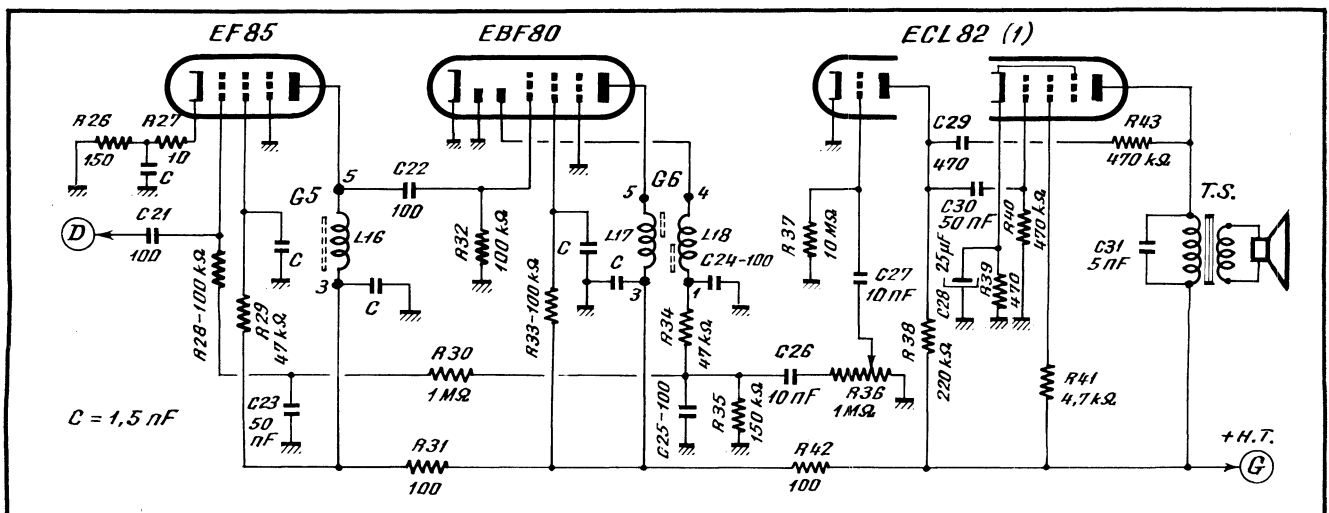

Fig. 3. — Schéma général du récepteur son, avec ses deux étages F.I. et la partie B.F. constituée par une ECL 82.
Il comporte deux étages (fig. 3), utilisant respectivement une EF85 et la section pentode d'une EBF80. Comme la bande passante est ici de beaucoup inférieure à celle de l'amplificateur vision (généralement moins de 1 MHz à -6 dB), le gain global est très largement suffisant. Le tube d'entrée (EF85) est soumis à l'action d'une C.A.V. non retardée à partir de la résistance de charge de détection  $R_{35}$  et à travers le filtre  $R_{30}C_{25}$ .
Il est constitué par la triode-pentode ECL82 (1) (fig. 3), dont le montage ne demande qu'un minimum de commentaires. La polarisation de la triode d'entrée, dont la cathode est réunie à la masse, est réalisée par le procédé dit de courant inverse de grille, qui consiste à prévoir une résistance de fuite ( $R_{37}$ ) de valeur très élevée, généralement de 10 M $\Omega$ , comme c'est le cas ici.